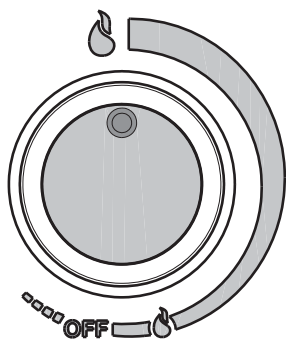
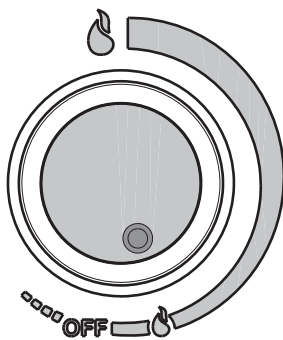

fig. 8A
fig. 8B
- Para ligar o aquecedor de água gire em sentido anti-horário o selector “A” posicioná-lo no símbolo “” (fig. 8B). Com o selector “A” nesta posição o aquecedor de água está ligado com a chama para baixo, prosseguindo a rotação a chama aumenta até atingir o valor máximo, em correspondência com o símbolo “” (fig. 8A).
O dispositivo economizador é inserido girando-se o manípulo “A” até alcançar a posição “” (fig. 8B). A inserção do economizador permite limitar a máxima potência térmica fornecida quando as necessidades de uso forem geralmente contidas (baixo salto térmico ou vazões reduzidas como, por exemplo, durante o verão).